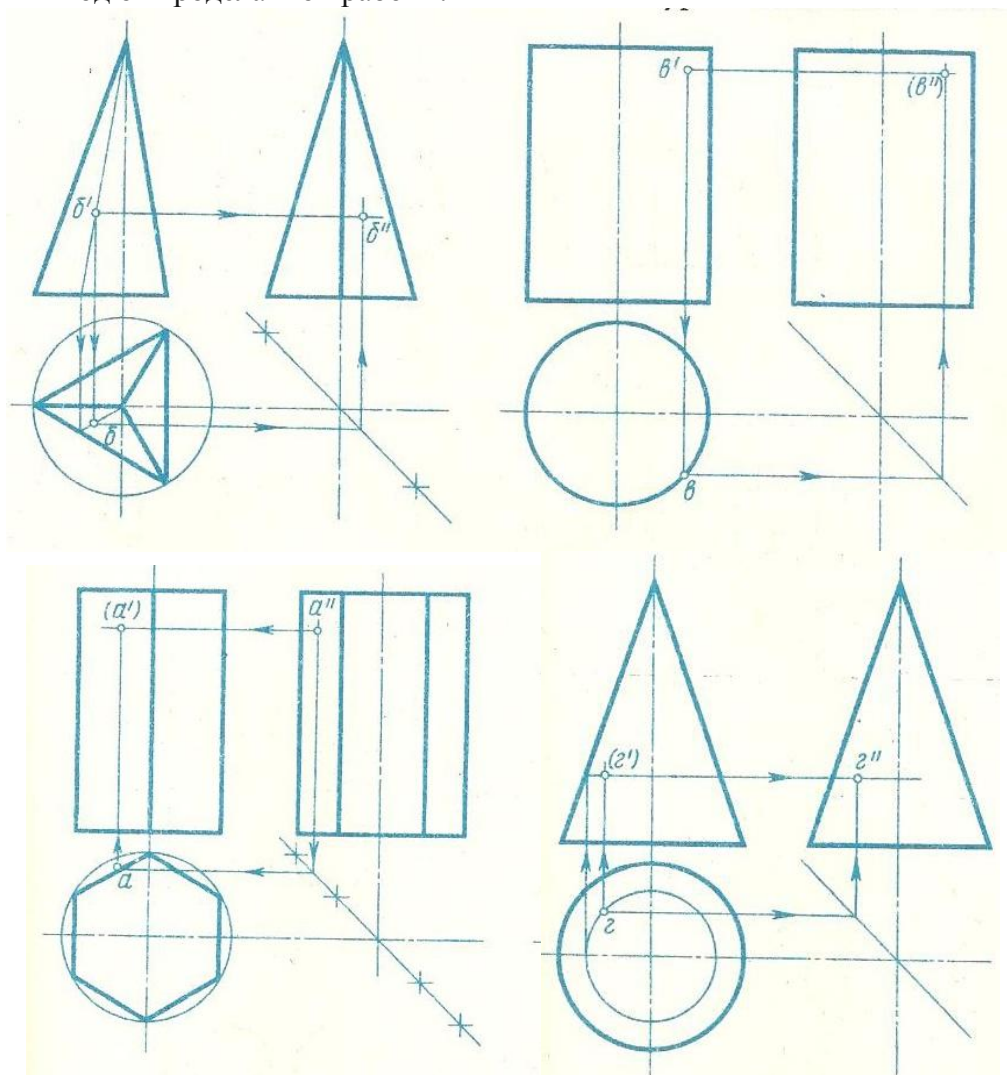

Рисунок 17- Образец выполнения работы
2. Выполнить комплексные чертежи четырех тел согласно варианту, найти проекции точек, рис.17.